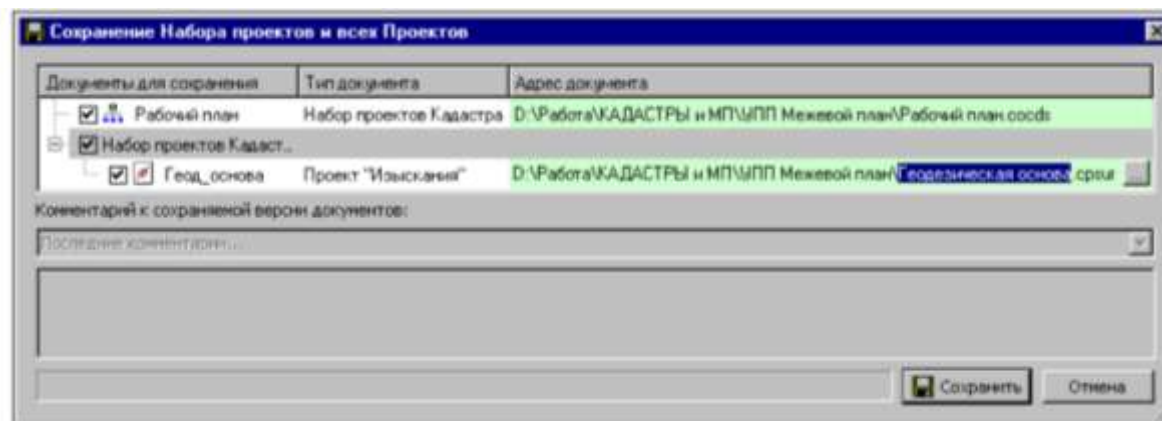

Рисунок 4 – Сохранение Набора проектов и всех Проектов
Далее откроется диалог **Сохранение Набора проектов и всех Проектов** (рисунок 4) с заданным адресом НП. По этому адресу автоматически формируются адреса всех проектов в составе НП.
- Задайте имя набору проектов – *Рабочий план* в поле **Адрес документа** и имя проекту – *Геодезическая основа* (рисунок 4).